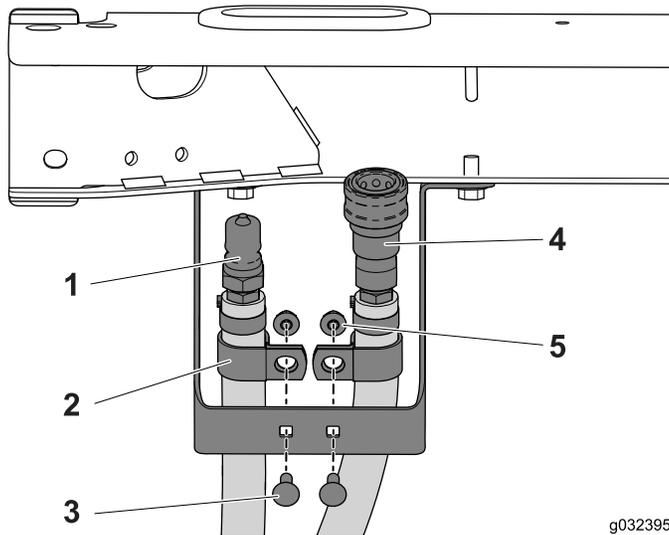

Figura 28
3. Posizionate un serratubi a R su ciascun flessibile (Figura 28).
4. Utilizzate i 2 bulloni a testa tonda (1/4" x 3/4") e i dadi flangiati per montare il gruppo serratubi a R e flessibile sul supporto della staffa (Figura 28).